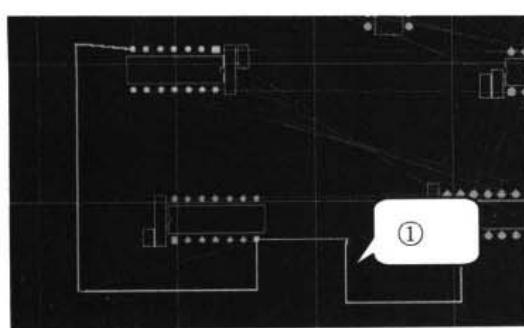
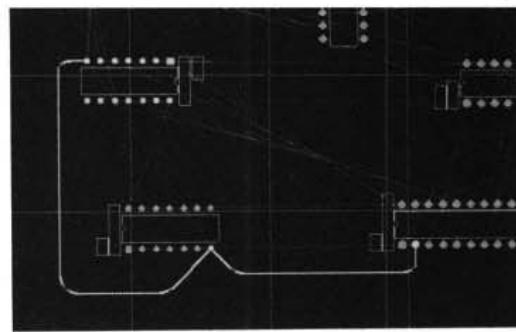

图 14-2 布线成直角
图 14-3 正确布线方法
若要对电路进行手工布线，就应执行菜单命令 Place|Line，进行手工布线。将鼠标移到需要布线的位置，单击左键，确定放置导线的起始位置，移动鼠标到布线的终止位置，单击左键，确定布线的终止位置。布线完成后，单击右键或按 Esc 键，即可退出布线状态。同时，在进行布线时，应遵守在信号线之间不能布直角，电源线要加粗等原则。图 14-2 中的①为布线不符合规则（布线成直角）的例子，图 14-3 才是正确布线的例子。